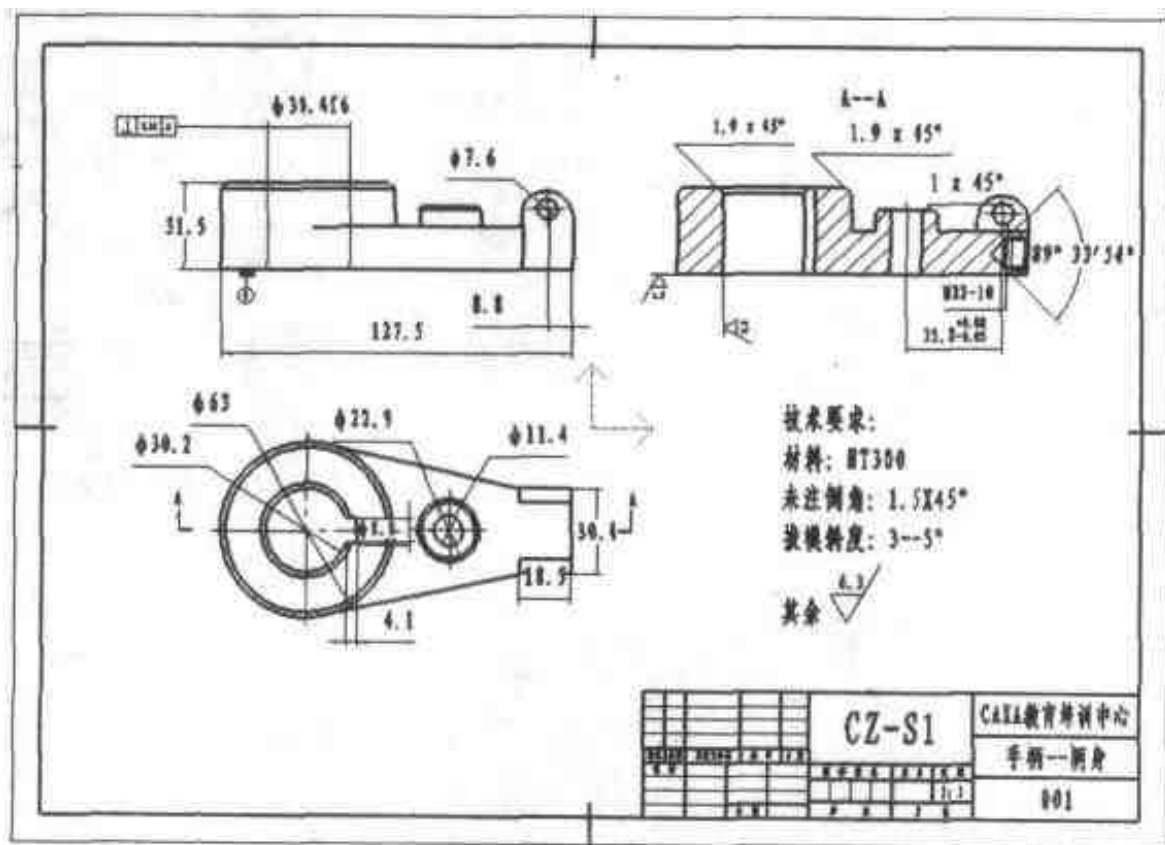

图 1.13 在电子图板中进行工程图设计
- (4) 单击【接口】工具条上的【输出布局】按钮，系统弹出【输出选项】菜单，确定后即完成输出。单击【启动电子图板】按钮，即进入电子图板界面，电子图板具有符合中国国标的强大智能化工程标注功能，从图 1.13 中可以看出，在对从布局图输出的零件图进行必要的修改和编辑时，主要有图纸和标题栏的生成、视图(剖视图)的安排、尺寸和公差标注、基准的标注、粗糙度的标注和技术要求等。经过上述的详细设计，就可以进行工艺分析和生产准备了。